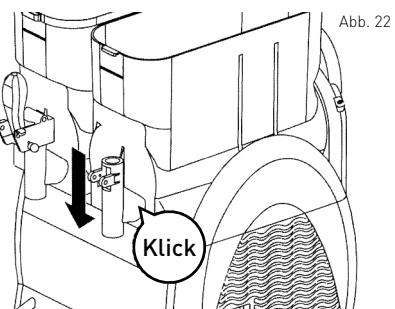

Abb. 22
- Drücken Sie behutsam auf den Behälter, bis er sich in der richtigen Position einstellt (siehe: Abb. 22).